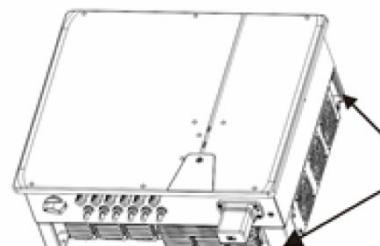

Fig. 3.2: Poziție de ridicare (partea dreaptă)
- 1 Ridicați aparatul de mânerele încastrate (a se vedea fig. 3.2). Respectați centrul de greutate al aparatului!